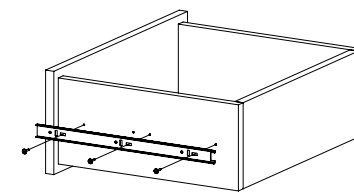

Рис.10
8. Закрепите внутренние планки направляющих на деталях 6 и 7 шурупами 3,5x16 (Рис. 10).